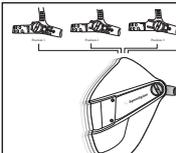

Fig. 3
- Posición frontal/posterior de la careta o distancia desde la cara (Fig. 3)